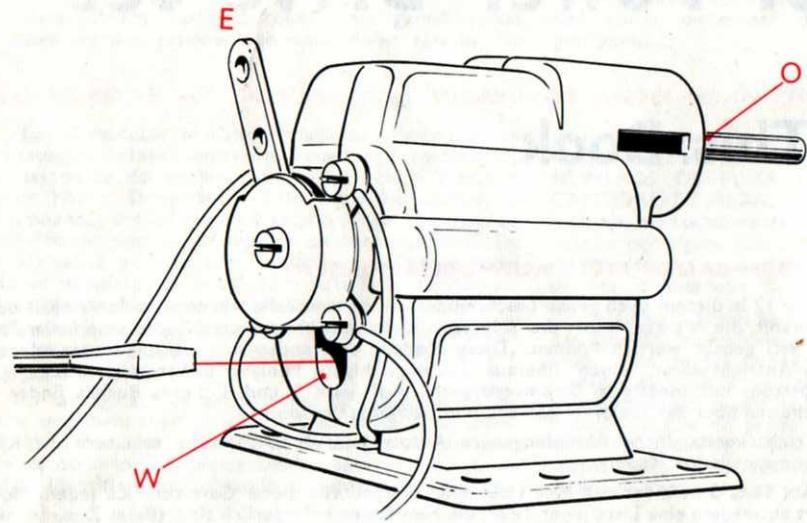

Fig 1
The motor is designed so that brushes can be replaced. Instructions for replacement of brushes are illustrated in figs. 1 and 2 on opposite page. (W) indicates access hole for screwdriver to brush assembly retaining screw. (Z) indicates recess in motor base for removal or replacement of brush assembly.
Le moteur est conçu de façon que les charbons puissent être changés: les instructions vous sont données sur les figures 1 et 2, au verso. La figure (W) montre comment vous pouvez accéder, avec un tournevis, à la vis de fixation des porte-charbons. La figure (Z) montre un renforcement de la base du moteur pour ôter ou changer les port-charbons.
Motorn är så konstruerad att kolen lätt kan bytas ut. Hur man gör detta framgår av fig. 1 och 2 på motsatt sida. W visar hål för skruvmejsel att komma åt skruven som håller kollet. Z visar var man går in då man vill ta ur eller byta ut hållare med kol.
Oljas emellanåt vid punkt O, se fig. 1.